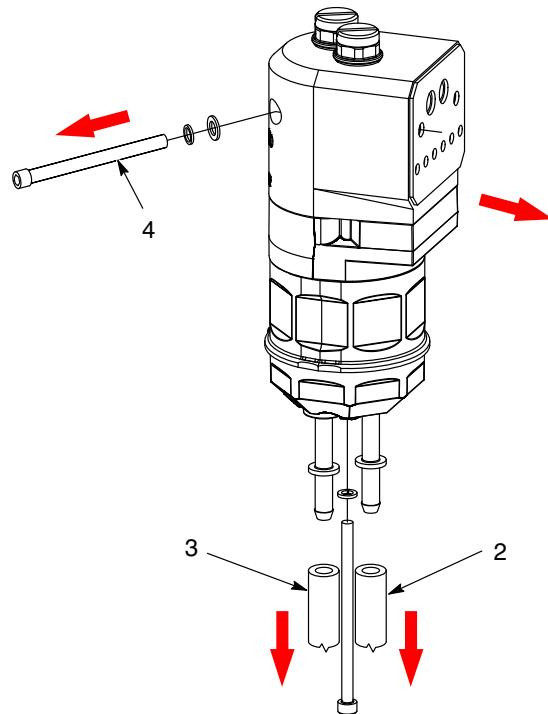
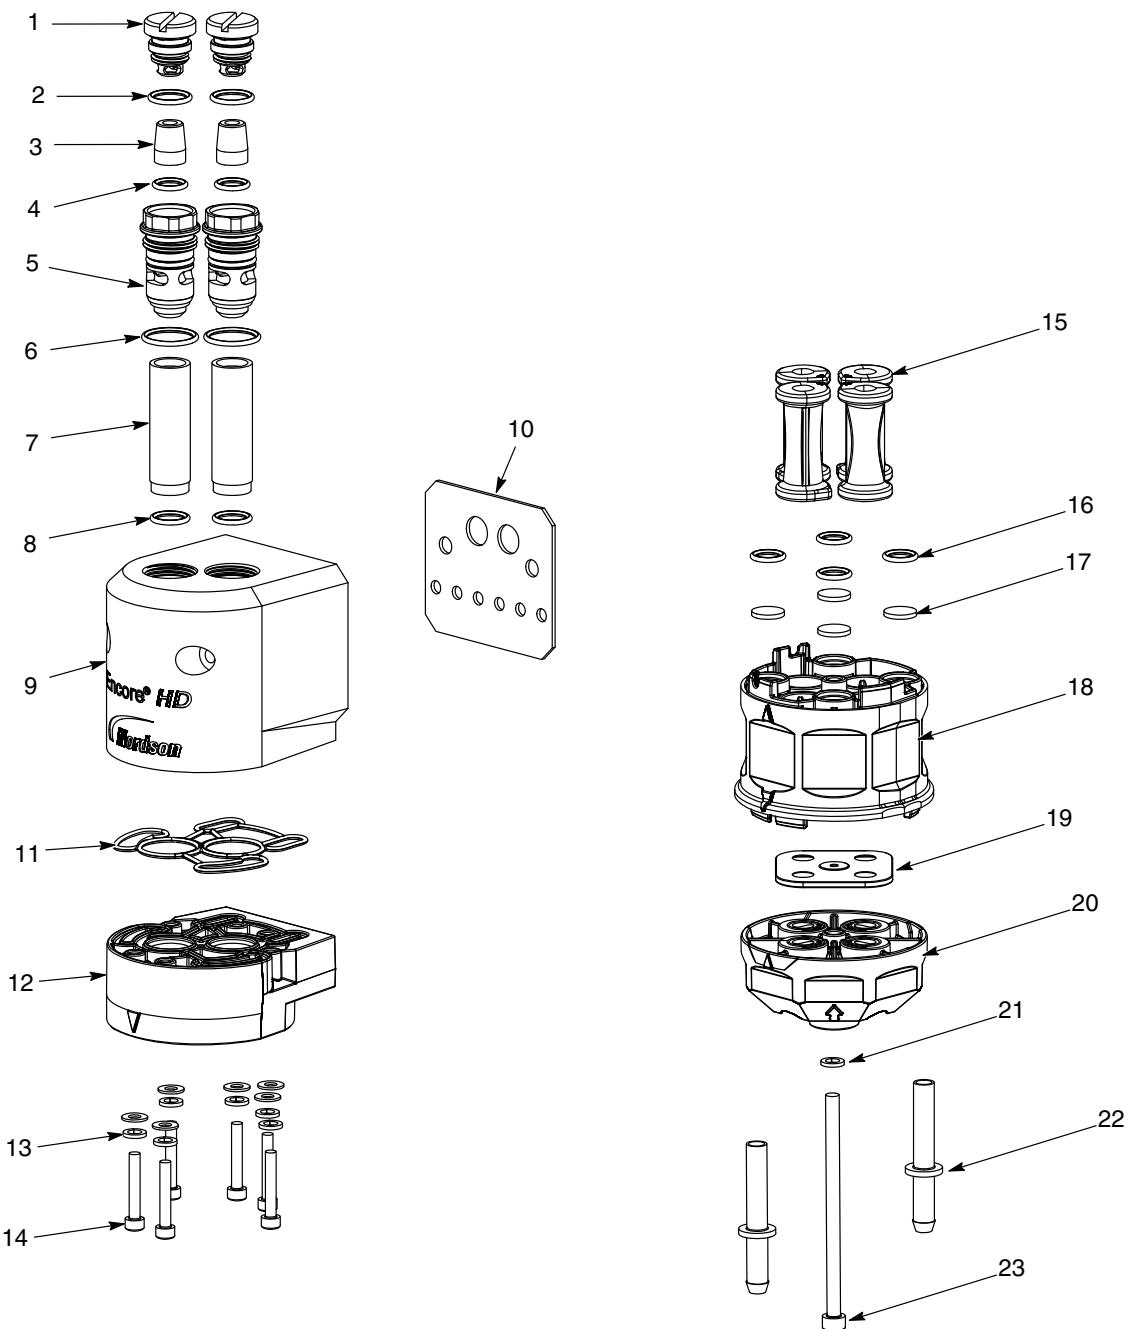

图 17 标准泵拆卸准备
图 18 泵拆解图 (图中所示为 Encore HD)
2. 请参见图 17。断开入口粉末管 (2) 及出口粉末管 (3) 与泵底部的连接。
3. 拆下将泵固定到泵面板 (4) 的柜体安装五金件, 然后将泵移到干净的工作表面。
4. 请参见图 18。先处理流化管, 泵的卸载如图所示。除非粘合的衬垫已损坏, 否则无需将其拆下。